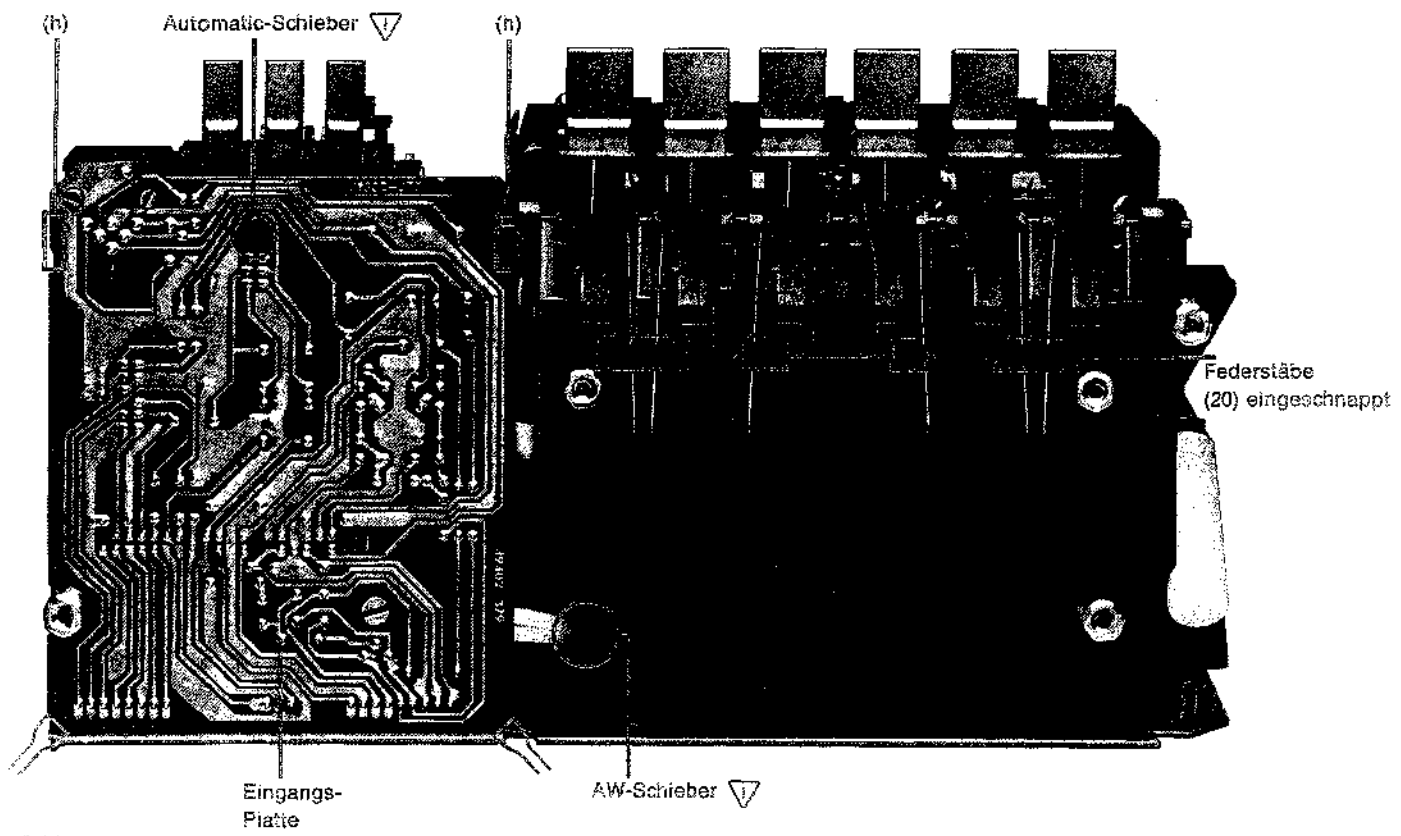

Bild 3
- Schwenker (23.1) aus dem Dämpfungskolben (25) aushängen und entfernen.
- 4 Schrauben (m) herausdrehen und Abdeckblech (51) sowie Lichtleiter (52) entfernen.
Beim Wiedereinsetzen des Abdeckblechs (51) darauf achten, daß der Lichtleiter (52) in richtiger Position ist. Nachdem die Achse (24) wieder eingeschoben ist und die Tasten (4) in Position sind, die Federstäbe (20) einsetzen und mit einem Schraubenzieher in der Mitte soweit durchbiegen, bis sie in den Halterungen einschnappen (siehe auch Bild 3).
- Zählwerkriemen (108) vom Zählwerk vorsichtig mit einer Pinzette abnehmen und auf die obere Lasche des Cassettenteils hängen, damit der Riemen stramm bleibt.